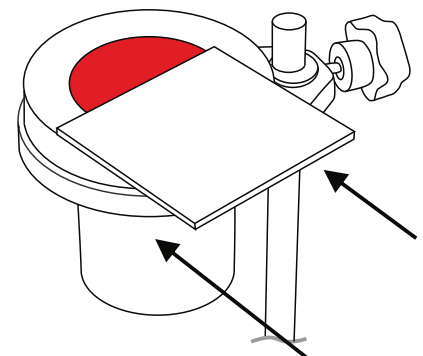

Figure 3
- 5 Passez la plaque de verre sur le rebord de la coupe pour enlever l'excédent de liquide. Evitez la formation de bulles d'air entre la coupe et la plaque de verre en arasant (Figure 3).